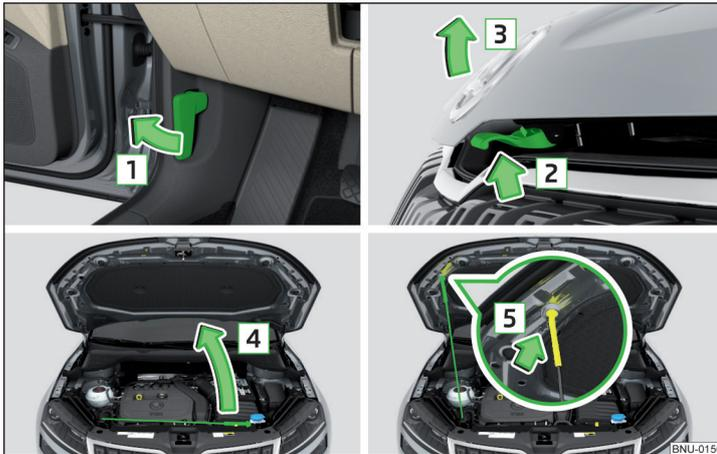

Abb. 305 Motorraumklappe öffnen
- › Die Vordertür öffnen und am Entriegelungshebel unterhalb der Schalttafel in Pfeilrichtung 1 ziehen » Abb. 305.